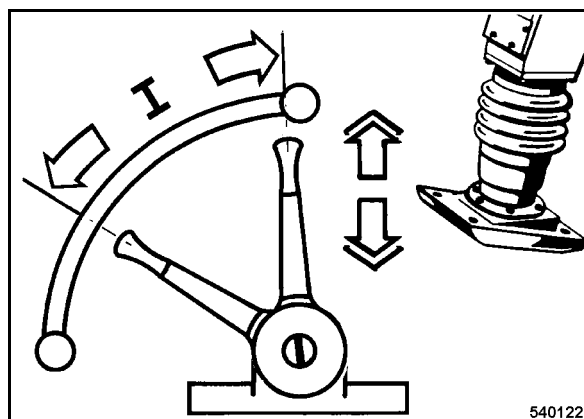

рис. 17
- Для того чтобы достичь равномерных ходовых свойств, переставлять рычаг управления частотой вращения в зоне "I" (рис. 17) в зависимости от качества дорожного покрытия и плотности грунта.